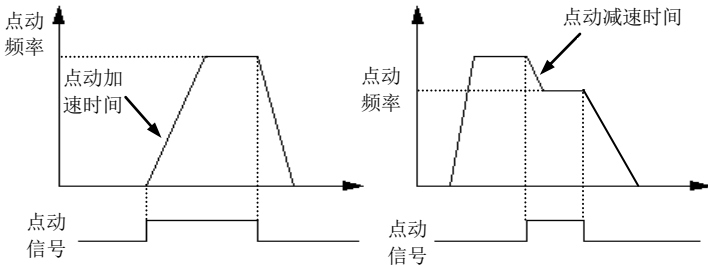

图 6-12 点动运行
**点动频率具有最高的优先级.** 变频器在任何状态下, 只要有 点动指令输入, 则立即按设定的点动加、减速时间过渡到点动频率运行. 如图 6-12 所示。